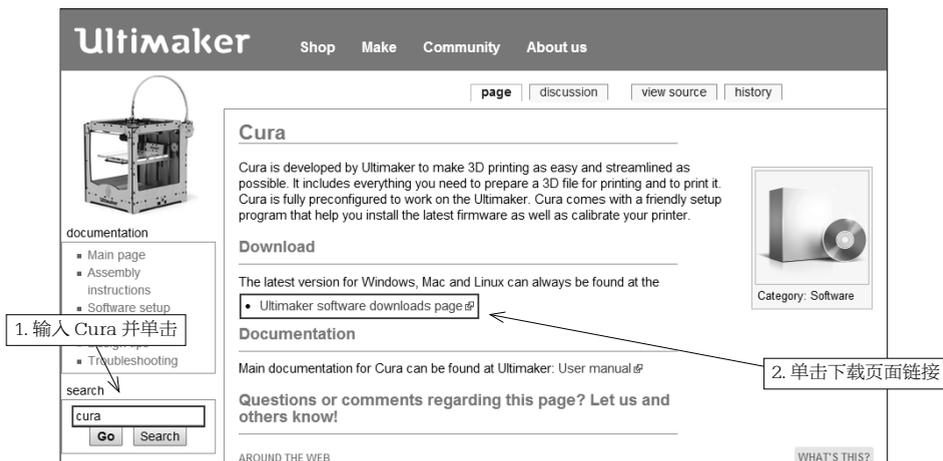

图 3-77 跳转至 Cura 界面
(2) 在左下方的 search 搜索框中输入 Cura，单击 Go 按钮，进行搜索。搜索完毕后页面会自动跳转到 Cura 界面，然后单击其中的下载页面链接即可，如图 3-77 所示。